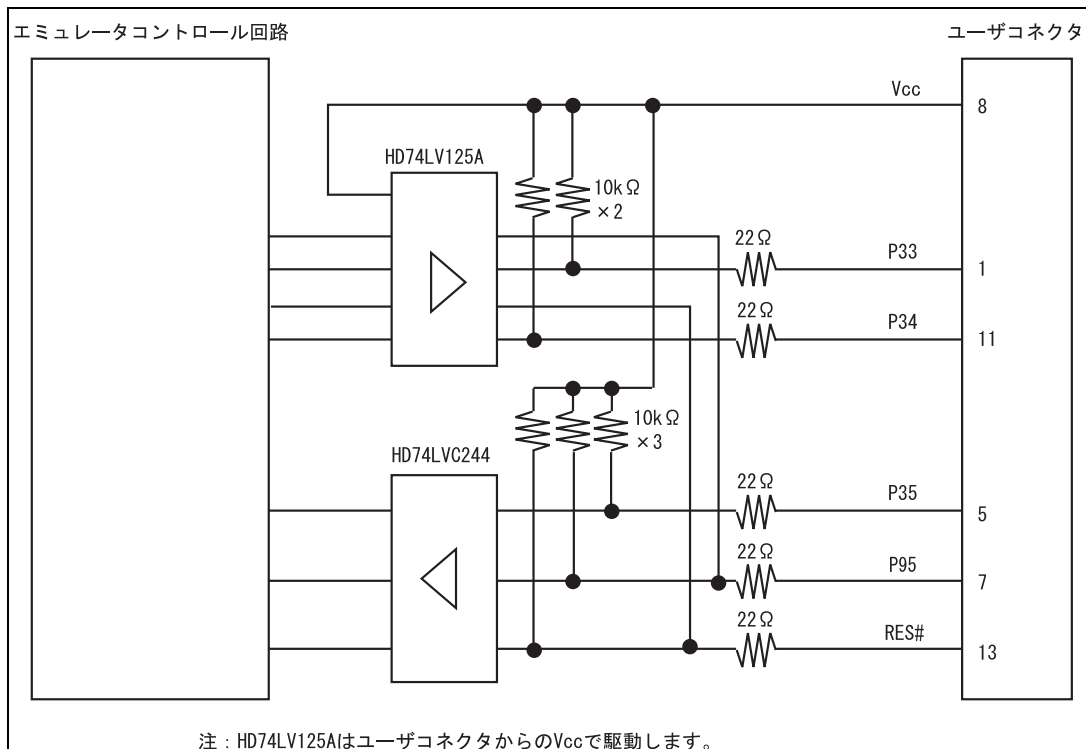

図 3.6 エミュレータ内インタフェース回路 (参考)
9. 図3.6にエミュレータ内インタフェース回路を示します。プルアップ抵抗の値などを決定するときに参考にしてください。